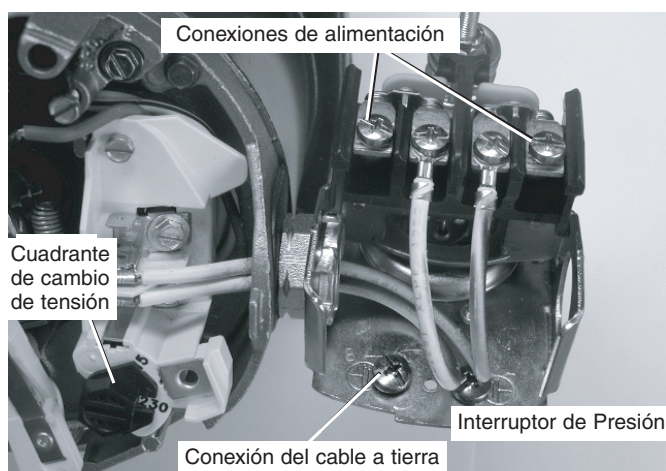

Figura 14: Tensión configurada para 230 voltios, tipo cuadrante.
3. Conecte los conductores de alimentación a los dos tornillos exteriores en el manóstató según se ilustra en el Figura 14.
4. Conecte el cable a tierra a una de las conexiones a tierra según se ilustra en la Figura 14.
1. Conecte el alambre de puesta a tierra primero según se ilustra en la Figura 14. El alambre de puesta a tierra debe ser un alambre de cobre sólido por lo menos tan grande como los alambres de suministro de corriente.
4. Conecte los alambres de suministro de corriente al conmutador de presión según se ilustra en la Figura 14.